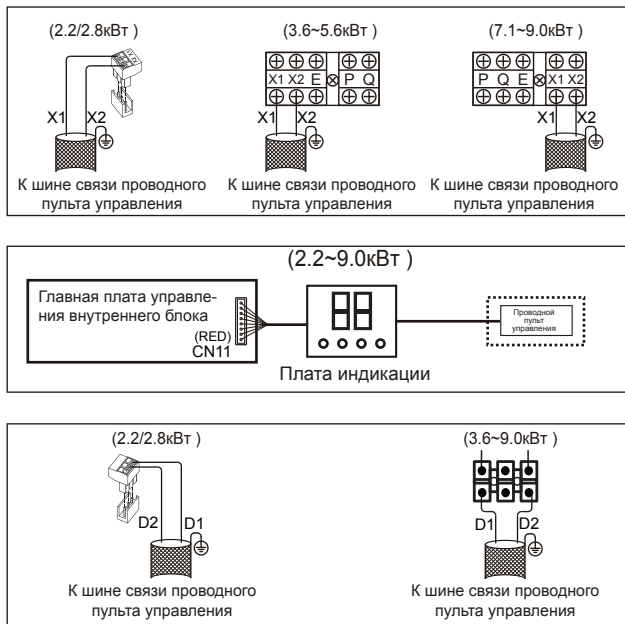

Рисунок 6.10
- Порты X1, X2, D1, D2, расположенные по бокам главной платы, управления и порт однонаправленной связи (расположенный сбоку платы дисплея) предназначены для различных типов проводных пультов управления (см. рисунок 6.10).